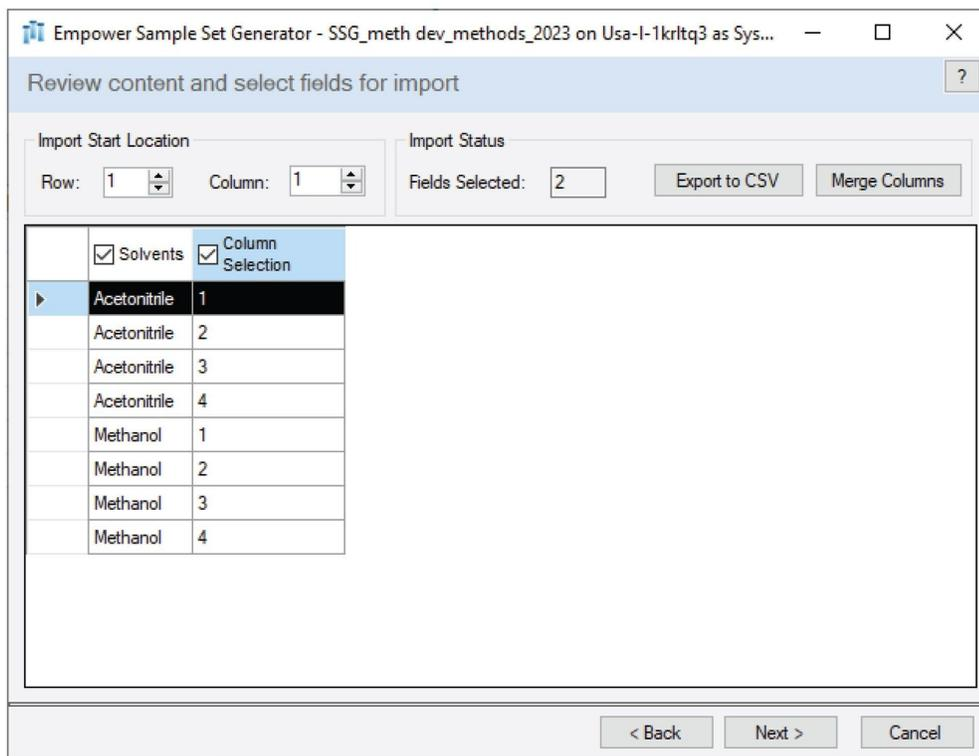

図 1. Empower SSG を使用したクロマトグラフィーメソッドの作成。インポートした溶媒とカラムのスクリーニングの実験計画。
- 溶媒とカラムが含まれているカンマ区切り値（CSV）ファイルを読み込むことで、実験計画を Empower SSG にインポートする（図 1）